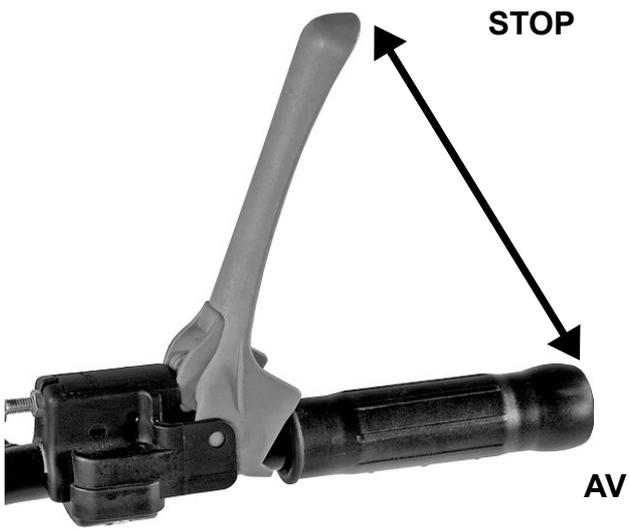

Fig. 3
- Controllare che la leva comando avanzamento (fig. 2, n. 1) sia in posizione di folle (fig. 3 - STOP).